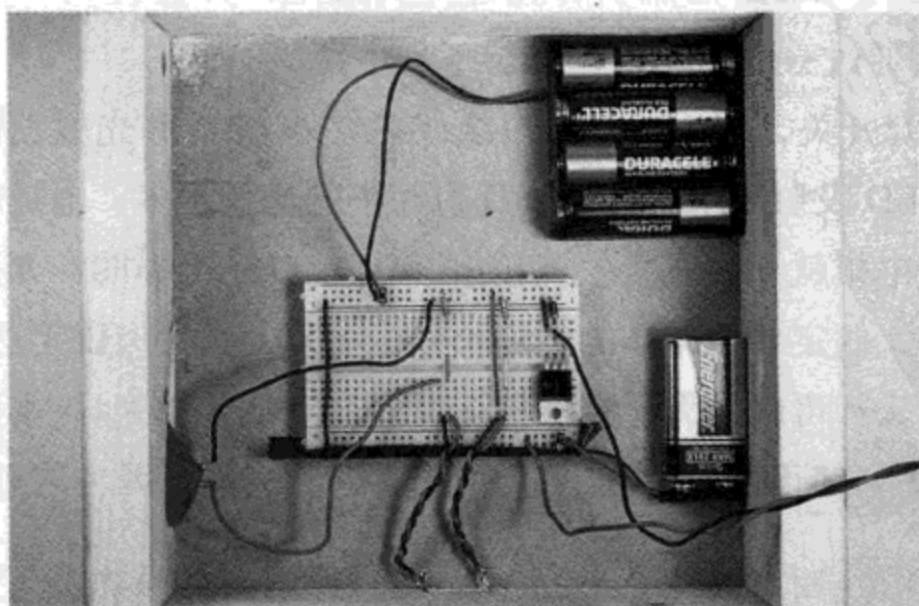

图10.8 完成的电路
(1) 将 5 V 电源与“地”接在面包板一侧的孔中，另外一侧接 9 V 的电源与“地”。确保面包板的上两个“地”是短接的。完成后的电路应如图 10.8 所示。在做项目的过程中，要记住这种连接方式。在机械部分与电子部分集成以前，在桌子上先搭电路。
(2) 将 TIP120 三极管插在面包板上，确保各引脚在不同的行上。
(3) 将 TIP120 三极管的集电极（中间的引脚）能过二极管连接到“地”。确保二极管的极性连接准确，银条标记应靠近面包板的中部。
(4) 将 TIP120 三极管的发射极接在“地”上。
(5) 将光敏三极管插在面包板上，弯一下引脚，使光敏三极管面向侧面。最好将电线焊在光敏三极管上，这样以后调整位置时会比较方便。在图 10.8 中，应该能看到光敏三极管的电线（螺旋状的两条线靠近 TIP120 三极管）。
(6) 将 TIP120 三极管的基极连接光敏三极管的长引脚。这是光敏三极管的发射极，短的引脚是集电极。
(7) 将光敏三极管的长引脚（发射极）通过一个  $22\text{ k}\Omega$  的电阻接到“地”上。
(8) 将光敏三极管的短引脚（集电极）直接接到 5 V 电源。
(9) 将电机的一根线连接到 TIP120 三极管的集电极（中间的引脚），另外一根线接到 9 V 电源。
(10) 将红外 LED 接到面包板上，弯一下引脚使 LED 的朝向与光敏三极管相同。最好将引脚焊上电线，再接面包板。这样以后调整 LED 的位置就会方便。红外 LED 的连线应该拧在一起，如图 10.8 底部的中间位置所示。
(11) 将红外 LED 的短引脚通过开关接地，开关打到“关”的位置。红外 LED 的长引脚通过一个  $100\ \Omega$  电阻接 5 V 电源。
(12) 打开开关，用手或一张白纸放在红外 LED 和光敏三极管的前面。手离得越近，从 LED 发射出来的光经手反射回去的光就越多，电机转得就越快！如果离得足够远，电机就不转了。怎么相信红外 LED 是工作的？如果你手头有一个带摄像头的手机，假定要给你搭的电路拍一张照片，虽然肉眼无法直接看到红外光，手机上的摄像头却可以，你会在屏幕上看到一点微弱的光。（本章当中的照片，我都用白色 LED 来替代红外 LED，这样看得更清楚些，因为红外 LED 看起来不会那么亮）